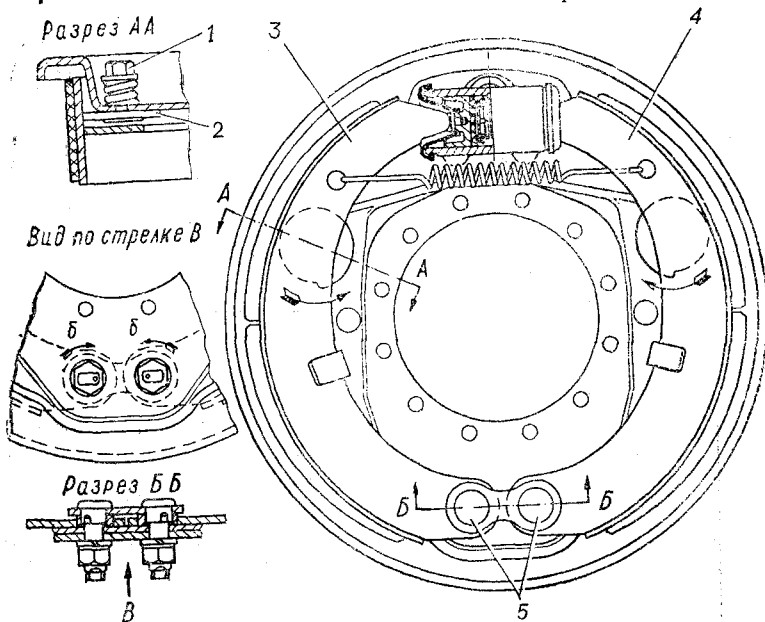

Рис. 94. Рабочий тормоз задних колес:
- 2 Вращая колесо, постепенно поворачивать болт 1 (рис. 94, 95) регулировочного эксцентрика 2 колодки 3 в направлении, указанном стрелками, до тех пор, пока колесо не затормозится.
3	<p>Нажимая на педаль тормоза с силой 12—16 даН (12—16 кгс), повернуть опорные пальцы в направлении, указанном стрелками «б» (см. рис. 94 и 95) так, чтобы нижняя часть накладок касалась тормозного барабана.</p>